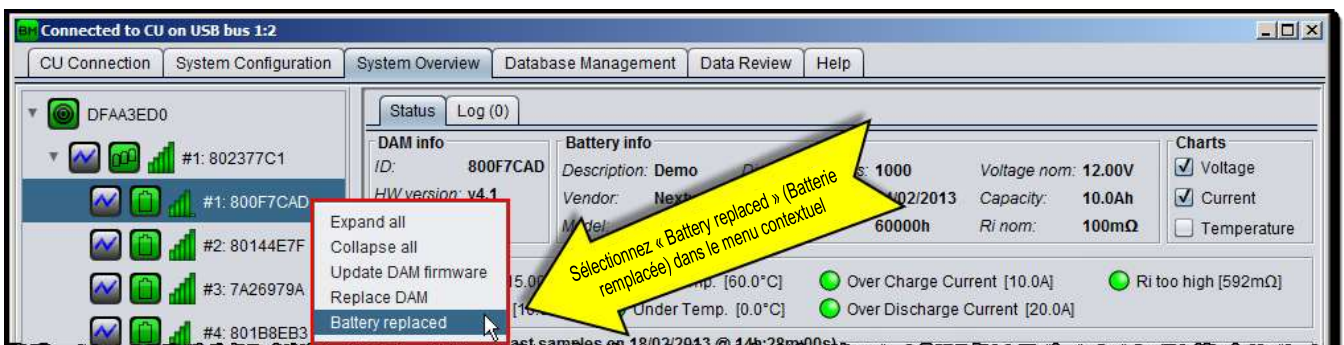

Figure 44 : Remplacement d'une batterie
1. Cliquez avec le bouton droit de la souris sur l'icône de la batterie comme illustré à la Figure 44.